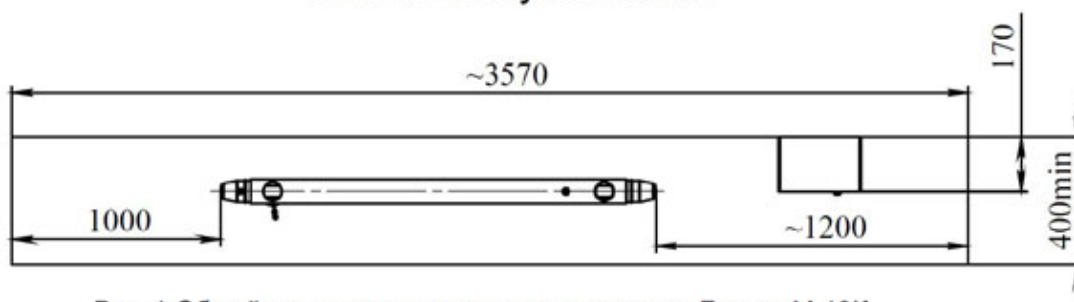

Рис. 1 Общий вид и план размещения установки Лазурь М-10К
3.1 УФ установка состоит из фотохимического реактора (ФХР) 1 и шкафа питания и управления (ШУ) 2 (см. Рис.1).
3.6. Шкаф управления (ШУ) 2 предназначен для питания УФ лампы, УЗ-излучателя и контроля за их работой. Габаритный чертеж шкафа питания и управления представлен на Рис.1.
5.3. Проверить герметичность уплотнительных колец 5 на защитной кварцевой трубке 4 в реакторе. При необходимости подтянуть их с помощью гаек 7 (Рис.1).